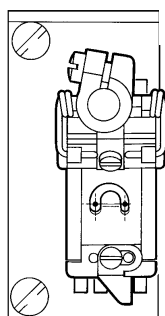

Fig.1
(2) Avant la mise en service de la machine
- Avant de faire démarrer la machine, assurez-vous que le pied presseur est bien positionné : tournez le volant lentement à la main pour vérifier que la pointe de l'aiguille pique au milieu du trou d'aiguille dans le pied presseur. (fig. 1)